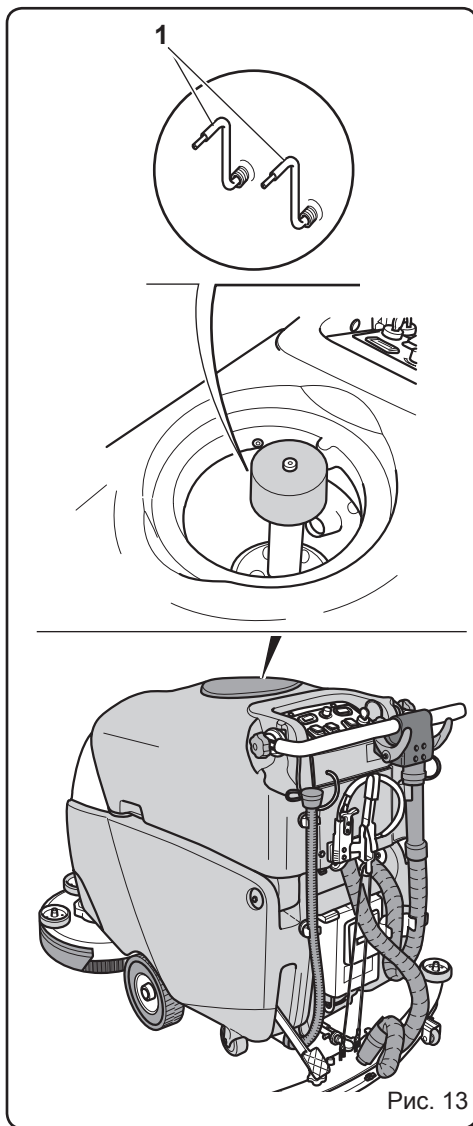

Рис. 13
8.1.e - Сигнализация максимального уровня грязной воды (Рис. 13)
8.1.f - Высота датчика (Рис. 13)